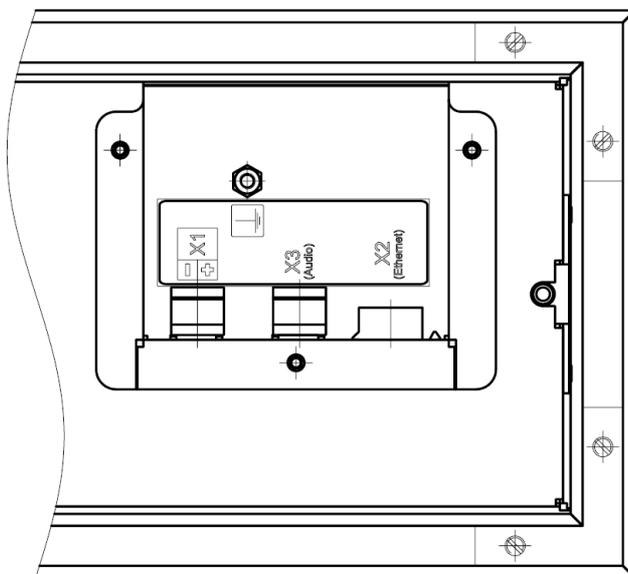

Рис.2 Разъемы ПИи 48x12x4.75
Разъемы для подключения панели расположены на задней стороне за съемной крышкой (см. рис.2)
4.2.5 Подключение заземления к панели осуществляется через винт М4, расположенный в отсеке разъемов (см. рис.2).